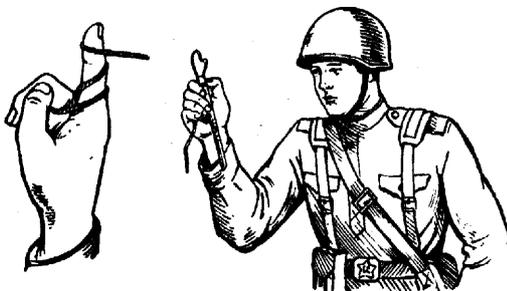

Рис. 8. Наматывание шнура и отсчет по термометру
- после 100 оборотов термометра (1 мин) летом или 200 оборотов (2 мин) зимой разогнуть указательный палец и, постепенно замедляя вращение термометра, наматывать на палец шнур до тех пор, пока термометр не подойдет к пальцам руки (рис. 8);